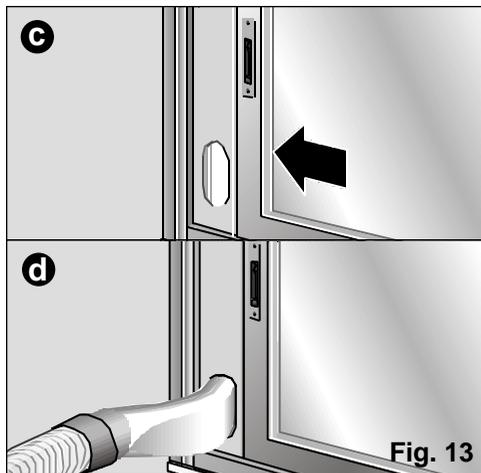

Fig. 13
- Può essere usato anche l'accessorio d'installazione per finestra / balcone (vedasi "Descrizione degli accessori"), una slitta di cui è corredato l'apparecchio, **Fig. 13 : a, b, c, d**. Essa serve per finestre orizzontali e verticali.